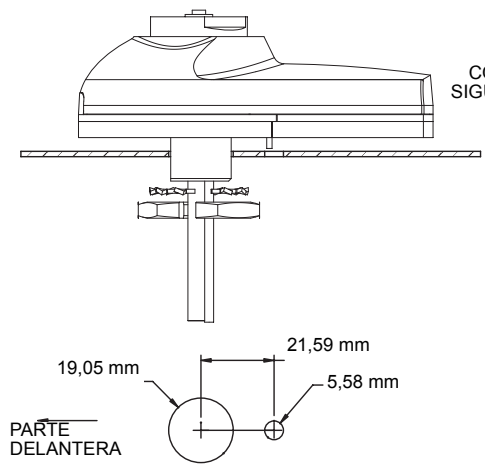

Figura 1: Instalación típica
2. Perfore la superficie de montaje (1,27 cm de grosor máximo) siguiendo el modelo indicado en la figura 1.